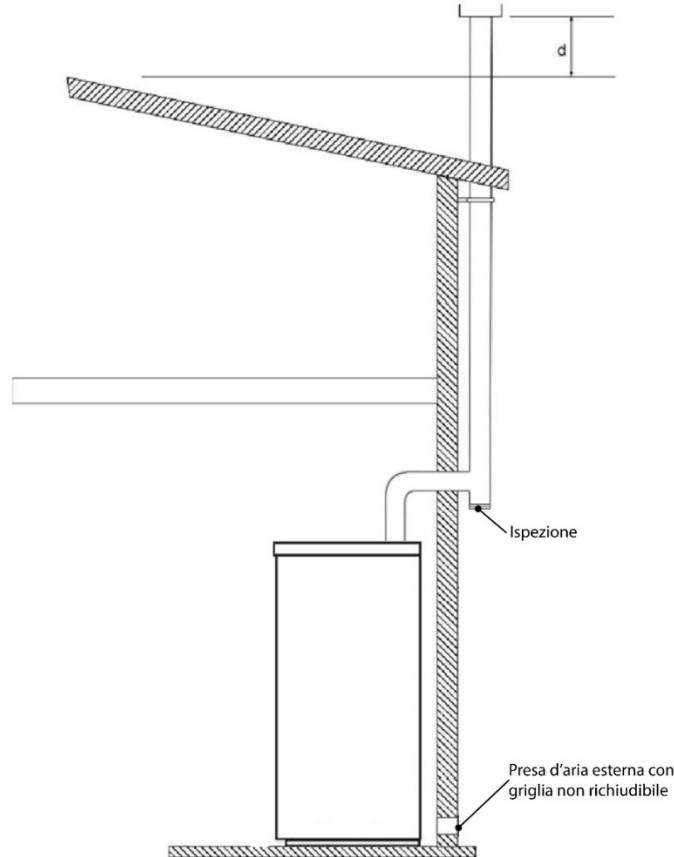

Fig. 5
- Per i condotti devono essere utilizzati solo tubi isolati (**doppia parete**) in acciaio inox fissati all'edificio (fig.5).